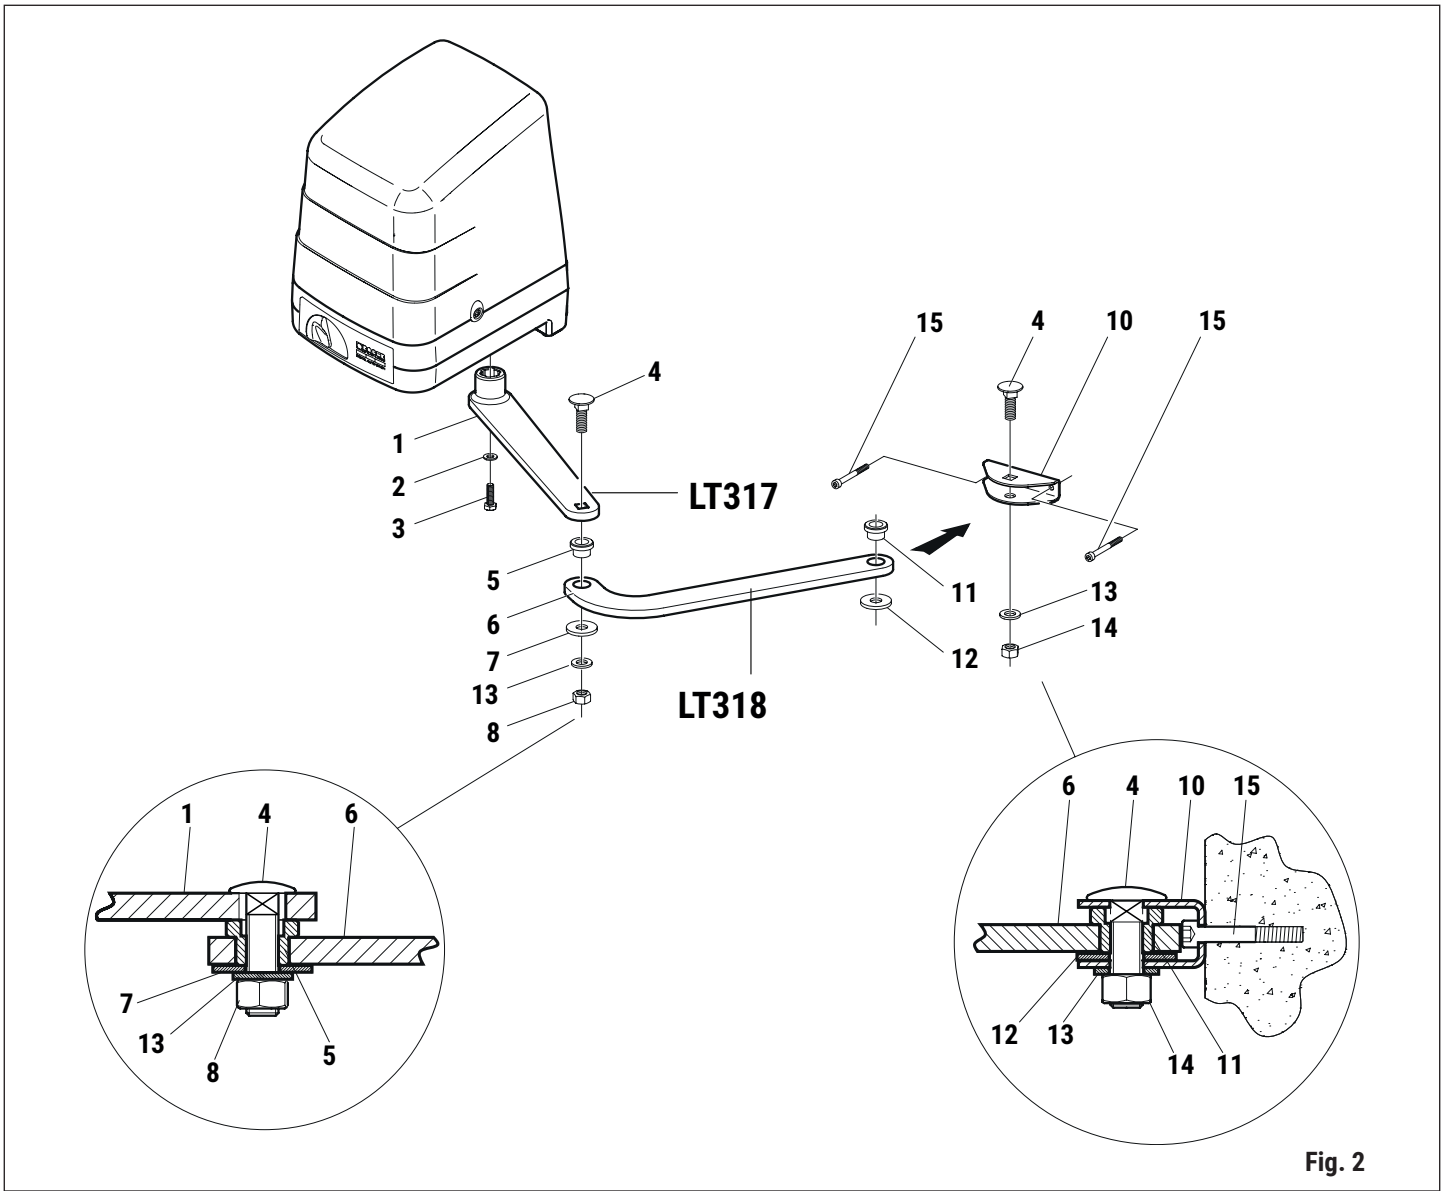
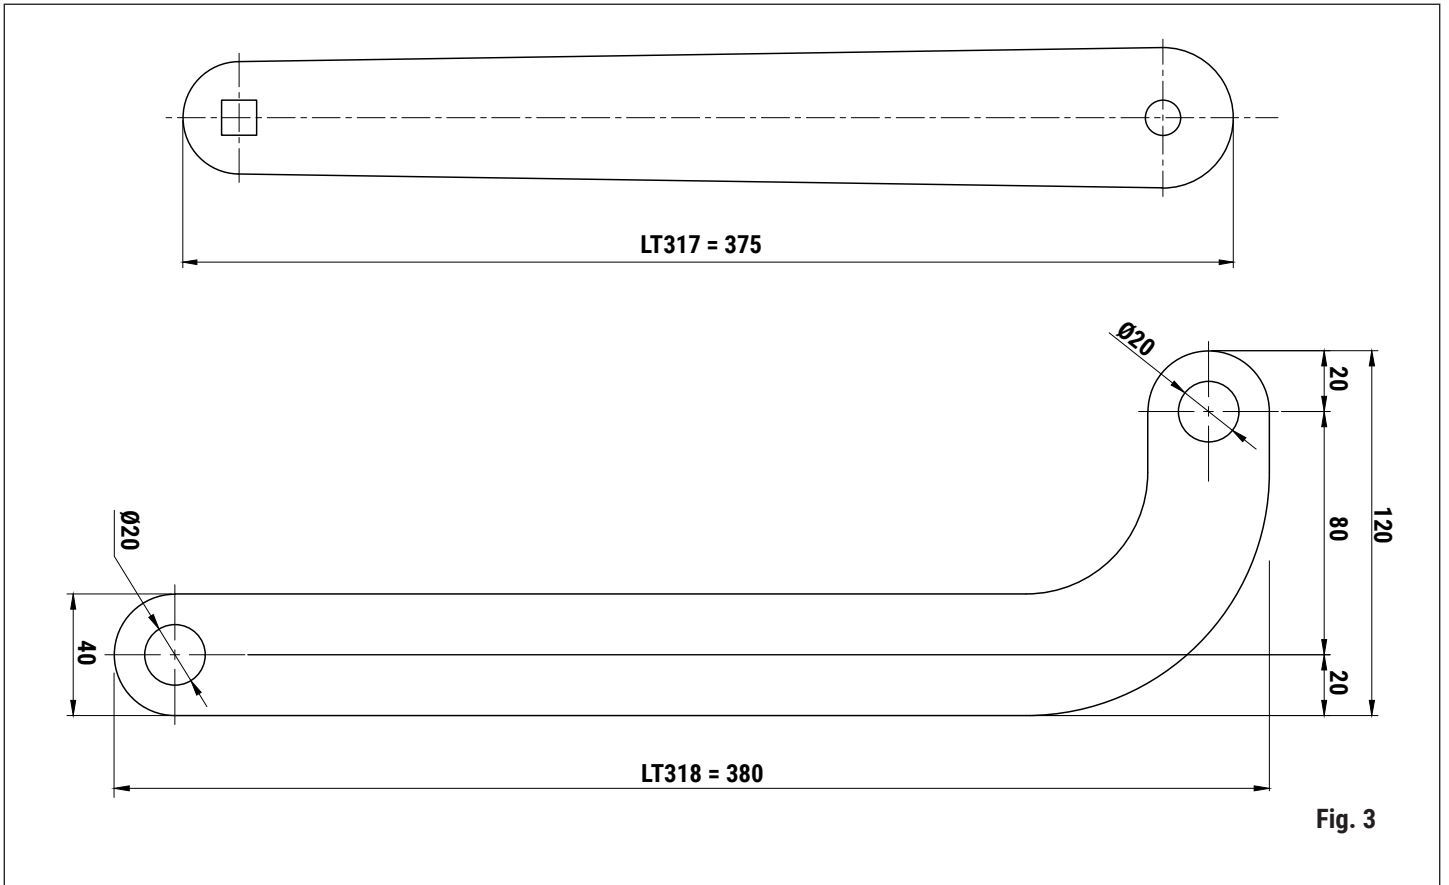

Fig. 2
Fig. 3
- Die Gelenkarme (Abb. 3) in der in Abb. 2 gezeigten Folge zusammensetzen und am vorderen Bügel KT218 befestigen, dabei die Drehpunkte schmieren.
- Monte os braços articulados (fig. 3) de acordo com a sequência indicada na fig. 2 e fixe-os ao suporte dianteiro KT218 lubrificando os pontos de rotação.